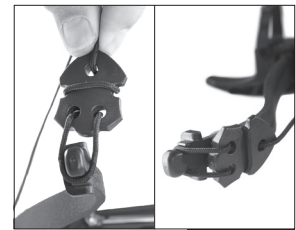

FIGURE 4
- Attachez la corde à chaque extrémité de la branche, tel qu'illustré (Fig. 4).